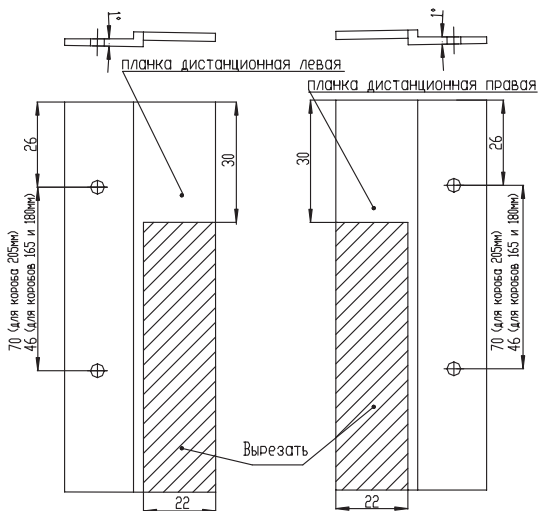

Рис. 4. Разметка отверстий на дистанционных планках
- 2) в планке выполнить вырезы и просверлить два отверстия  $\varnothing$  **4,2 мм** (рис. 4). Планка имеет две горизонтальные полки, одна из которых сужается под углом  $1^\circ$ . Вырез следует выполнять в полке, не имеющей уклона;